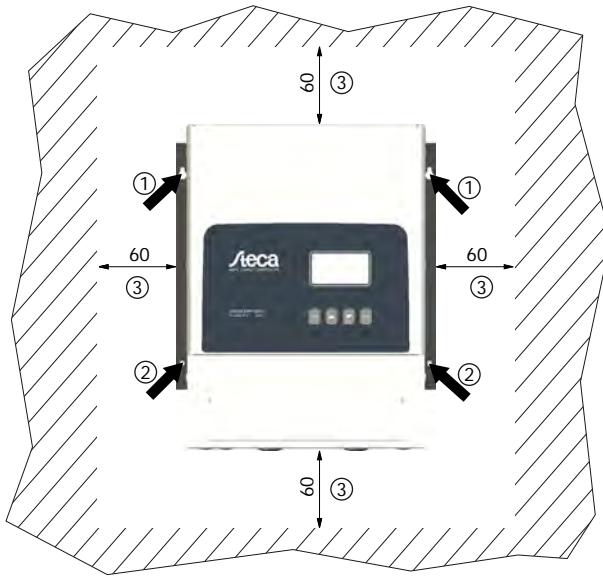

Abb. 2: Befestigungsöffnungen ①/② und Freiräume ③
- Um den Regler ist allseitig ein Freiraum von mindestens 60 mm vorhanden (③ in Abb. 2, S. 15).
- Nicht durch die Befestigungsöffnungen ①/② (Abb. 2) bohren.
2.  Regler waagrecht an die Montagefläche anlegen und Montagebohrungen durch die Befestigungsöffnungen ①/② anzeichnen.